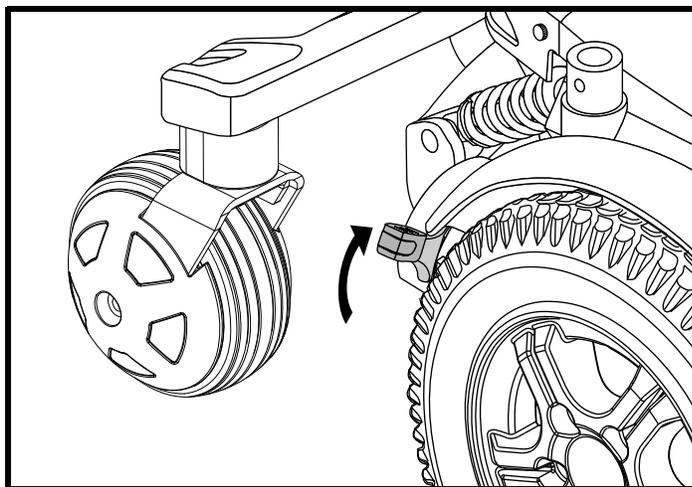

Figure 9. Mode de traction (embrayé)
2. Tirez sur les deux leviers pour embrayer les moteurs et passer en mode de fonctionnement. Voir la figure 9.